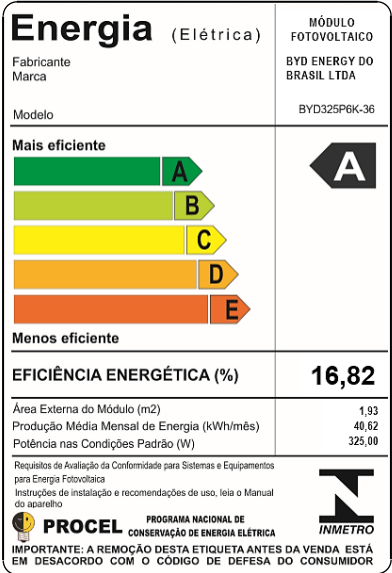

Figura 4 – etiqueta de eficiência Procel
Indica a classificação do produto e sua eficiência energética (%). Além disso, contém informações importantes referentes a sua geração, como: média mensal de energia (kWh/mês), potência em condições padrão (W) e a área externa do módulo (m^2). A Figura 4 demonstra esse modelo de etiqueta.